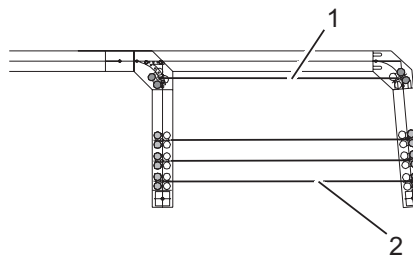

Fig. 2: Rangement des vantaux dans la gare de rangement (exemple)
4. Pousser les autres vantaux (Fig. 2/1) dans la gare de rangement. Veiller à observer un écart sûr par rapport aux vantaux déjà rangés (Fig. 2/2).